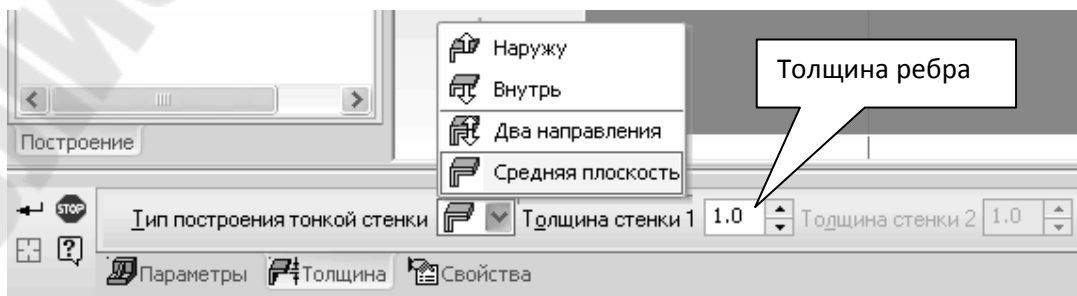

Рис. 84
5. Для построения ребер жесткости служит кнопка  **Ребро жесткости**. На панели **Свойства команды** (рис. 84) закладка **Толщина** позволяет выбрать толщину ребра жесткости. Закладка **Параметры** позволяет определить: